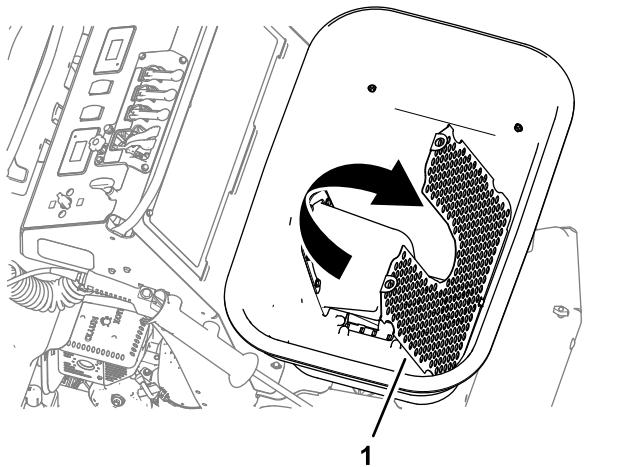

Figure 58
- Basculez le filtre au bas de la trémie vers l'avant pour nettoyer les composants au bas de la trémie (Figure 58).